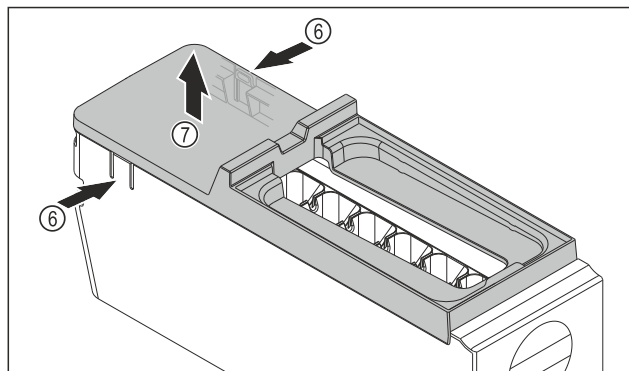

Fig. 122
- Снимите крышку корпуса EasyTwist-Ice: Надавите рукой на накладку Fig. 122 (6) с обеих сторон корпуса EasyTwist-Ice.
- Другой рукой снимите крышку Fig. 122 (7) по направлению вверх.